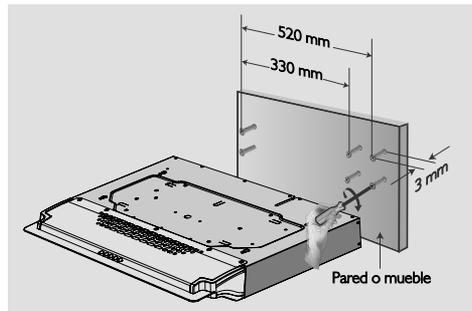

Figura 6
- Apoyando la cara posterior de la campana sobre la superficie de instalación, marque los puntos donde se ubicarán los tornillos. Verifique que las medidas entre perforaciones coincidan con las indicadas en la Figura 6.